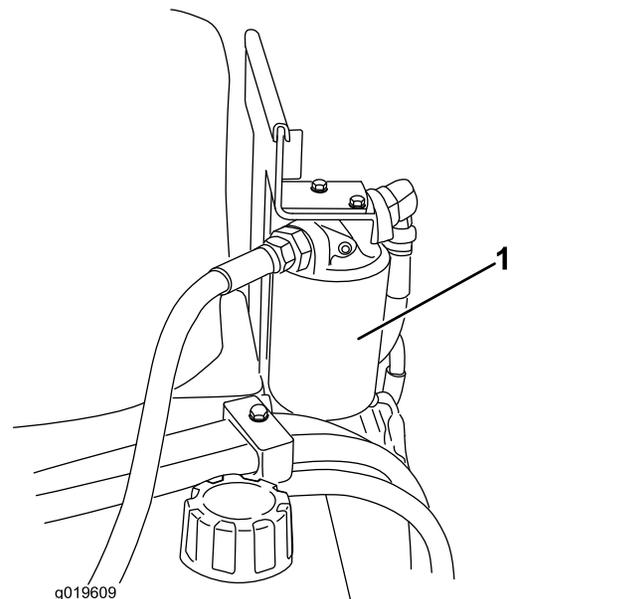

Figure 32
4. Enlevez le filtre à huile usagé (Figure 32) et essuyez la surface du joint de l'adaptateur.
6. Montez le filtre hydraulique de rechange sur l'adaptateur (Figure 32). Tournez le filtre dans le sens horaire jusqu'à ce que le joint rejoigne l'adaptateur, puis donnez 3/4 de tour supplémentaire.
3. Placez un bac de vidange sous le filtre (Figure 32).